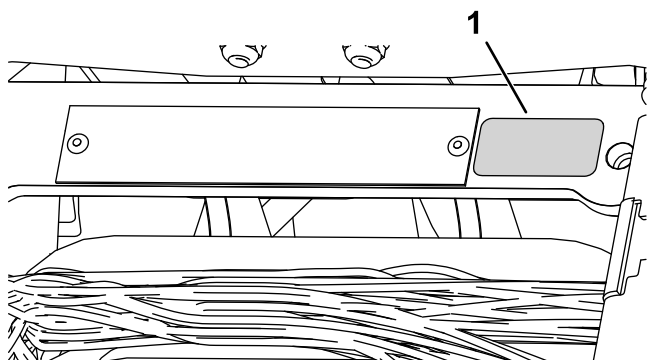

図 16
- シリアルプレートの近くに製造年デカルを貼りつける 図 16。